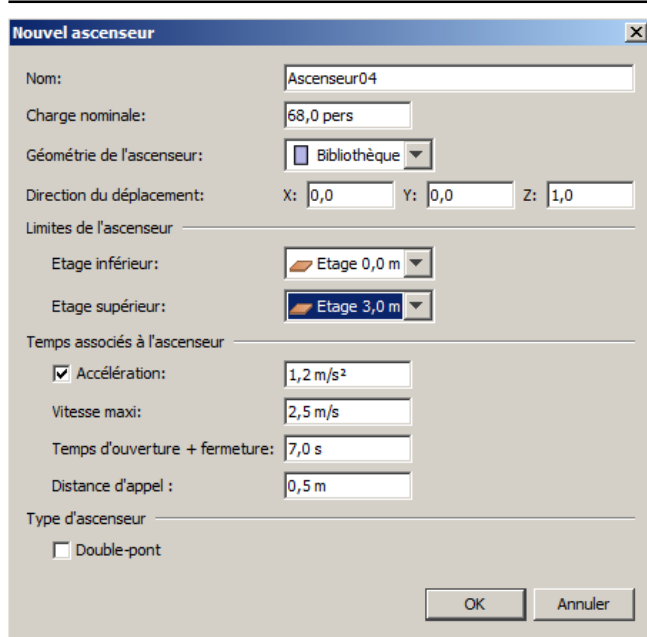

Figure 3.32 : le dialogue du nouvel ascenseur
- 3) Cliquez avec le bouton droit sur la pièce du bas et sélectionnez **Créer un ascenseur...** dans le menu contextuel. Le dialogue **Nouvel ascenseur** s'affiche alors, comme illustré à la figure 3.32.